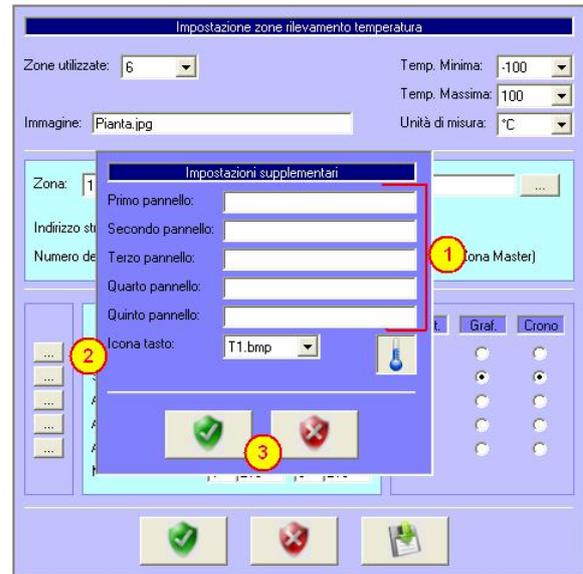

Figura 4.6 Impostazioni supplementari
- i. Inserire i nomi particolari dei pannelli (figura 4.6 – punto 1). I nomi inseriti in questa sezione hanno priorità rispetto ai nomi generici inseriti nella prima parte delle impostazioni.
- ii. Definire l'icona che compare sul tasto (figura 4.6 – punto 2). Nel programma sono inserite alcune icone predefinite T1.bmp, ..., T4.bmp. Nel caso in cui fosse necessario utilizzare una icona non presente nell'elenco, realizzare una immagine bitmap 30 x 30 pixel e nominarla Txy.bmp dove xy è un numero progressivo. L'icona così realizzata, dopo essere stata copiata nella cartella in cui è stato installato il programma apparirà nell'elenco delle icone disponibili
- iii. Salvare i dati cliccando sullo scudo verde della finestra “Impostazioni supplementari” (figura 4.6 – punto 3).